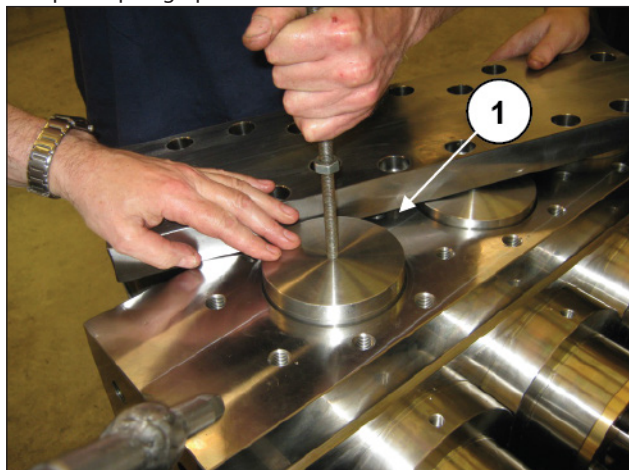
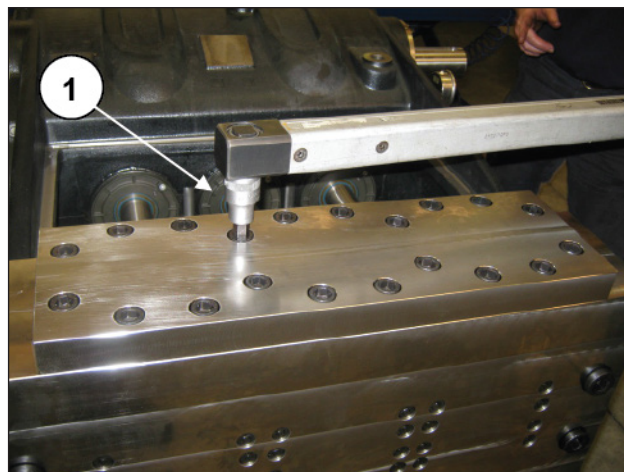

Fig. 195
Fig. 196
Installer les bouchons de soupape avec joint torique et bague anti-extrusion, fixer le couvercle de soupape (rep. ①, Fig. 195) et serrer les 24 vis M16 (rep. ①, Fig. 196).